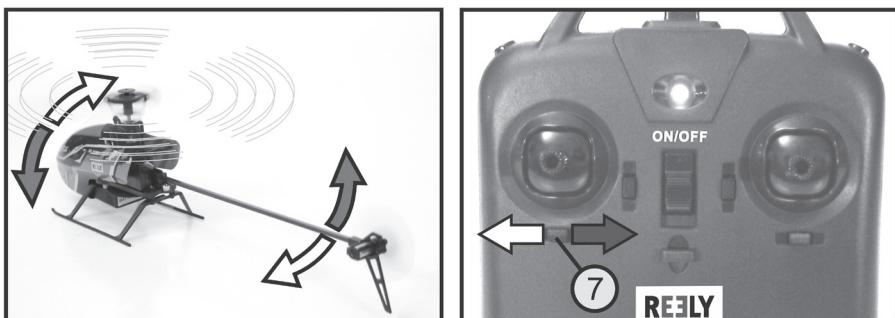

Figure 14
Si vous voulez que l'hélicoptère tourne avec le nez du fuselage vers la droite, appuyez sur le bouton de trim pour la fonction Arrière (voir aussi figure 1, pos. 7) vers la gauche. Maintenez la touche enfoncée jusqu'à ce que le modèle ne tends plus à tourner vers la droite (voir flèches claires de la figure 14).
Si le nez du fuselage tourne vers la gauche, le bouton de trim pour la fonction Arrière doit être poussé vers la droite (voir la flèche foncée de la figure 14).
| L'hélicoptère tourne autour de l'axe de giration (arbre du rotor). | <ul style="list-style-type: none">Ajustez les trims du modèle (voir figure 14).Répétez la procédure de mise en marche en veillant à ne pas déplacer ni tourner l'hélicoptère.Vérifier la mobilité et le fonctionnement du rotor de queue.Étalonnage des capteurs de position.Vérifiez les pales du rotor. |